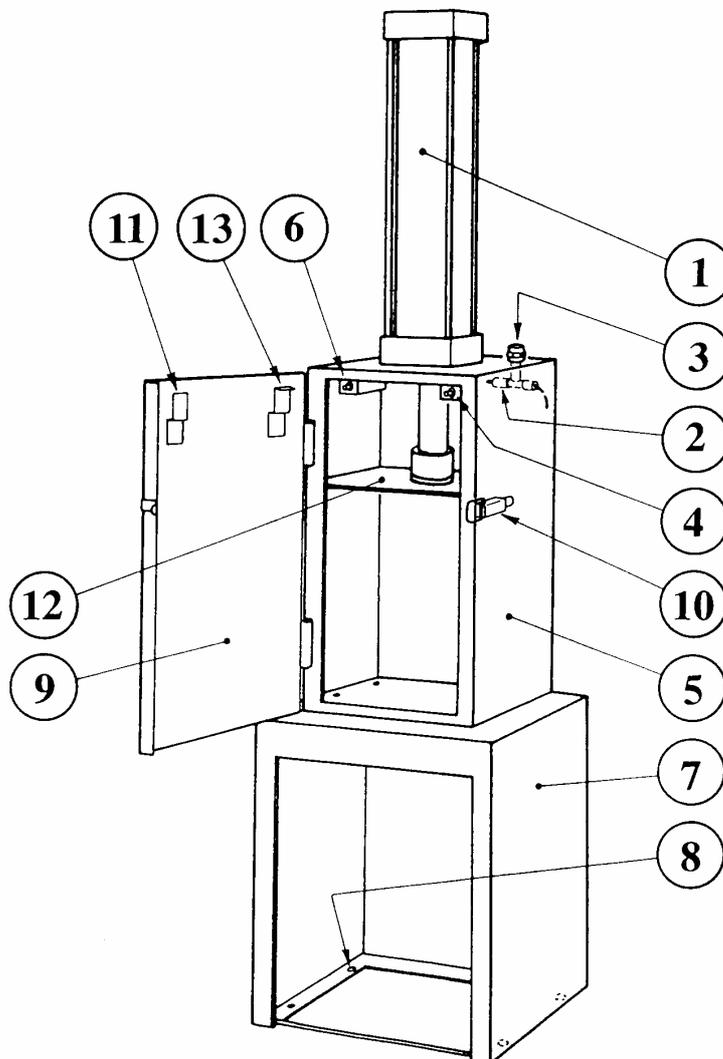

Figure 1
SCHÉMA DE LA PRESSE (voir figure 1).
- A cause de la condensation dans les tuyaux, l'air à l'entrée doit être lubrifié afin d'éviter que l'intérieur des soupapes (pos. 4 et 6 fig.1) et du piston (pos.1 fig.1) ne s'oxyde ou ne rouille.
- Il est absolument interdit de percer le piston pneumatique (pos.1 fig.1) avec quelque outil que ce soit.
- Il est absolument interdit de faire fonctionner la presse en appuyant manuellement sur les soupapes (pos.4 et 6 fig.1).
Enlever le carton. Enlever le bâti de la presse qui se trouve au-dessus du piston (pos.1 fig.1) et le poser par terre à l'endroit désiré pour l'installation. Lever ensuite la presse avec un mulot, la transporter (pos.5 fig.1) au-dessus le bâti (pos.7 fig.1), démonter les 2 estrades vissées en-dessous et poser lentement la presse sur le bâti (pos.7 fig.1). Puis retirer le mulot et visser la presse sur le bâti avec les vis autobloquantes que l'on vient d'enlever des estrades. Positionner la presse ainsi montée sur un plan parfaitement horizontal et la fixer au sol par les orifices (pos. 8 fig.1) situés sur le bâti.
En cas de démontage ou de remplacement des composants pneumatiques de la presse pour des réparations ou pour l'entretien, contrôler que la presse marche correctement: quand la porte (pos.6 fig.1) est ouverte, le plateau de pressage (pos.12 fig.1) doit descendre, tandis que quand on l'ouvre de 2 cm, le plateau doit monter. Quand la porte est ouverte de plus de 4-5 cm et plus, la presse se bloque.
Relier l'air comprimé à l'entrée au raccord (pos.3 fig.1).
Décrocher partiellement le crochet de fermeture (pos.10 fig.1) et ouvrir la porte (pos.9 fig.1) de 2 cm pour faire monter le plateau de pressage (pos.12 fig.1). Puis, ouvrir complètement la porte et placer le pot à écraser dans la chambre d'écrasement. Le pot doit être placé au centre, vertical, l'ouverture vers le haut. Fermer ensuite la porte (pos.9 fig.1), accrocher et bien fermer la poignée de fermeture (pos.10 fig.1). de cette façon, le plateau de pressage (pos.12 fig.1) descend et écrase le pot. À la fin de l'opération, retirer le pot écrasé et répéter l'opération d'écrasement. Si les pots sont petits (de 1 kg) on peut écraser au maximum 2 pots à la fois, toujours positionnés au centre et verticaux.